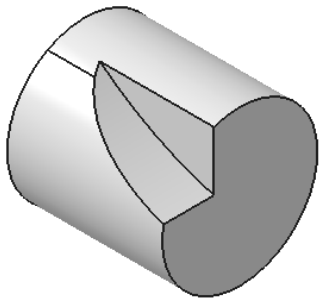

图 4-7 定义目标加工零件 (1)
4) 定义目标加工零件 (1)。单击 **Design part for simulation** 按钮，系统自动隐藏“Part Operation”对话框，在图形区选择打开的实体模型作为目标加工零件，如图 4-7 所示，然后双击空白处返回“Part Operation”对话框。